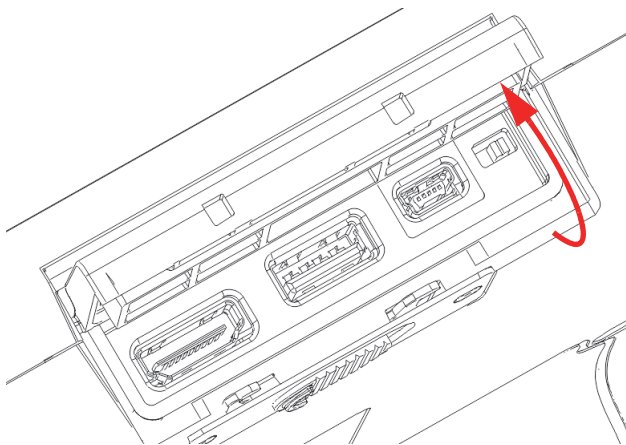

Рис. 3-4 Порт вывода данных — Крышка открыта
2. Откройте крышку порта данных (см. Рис. 3-4 на стр 44).